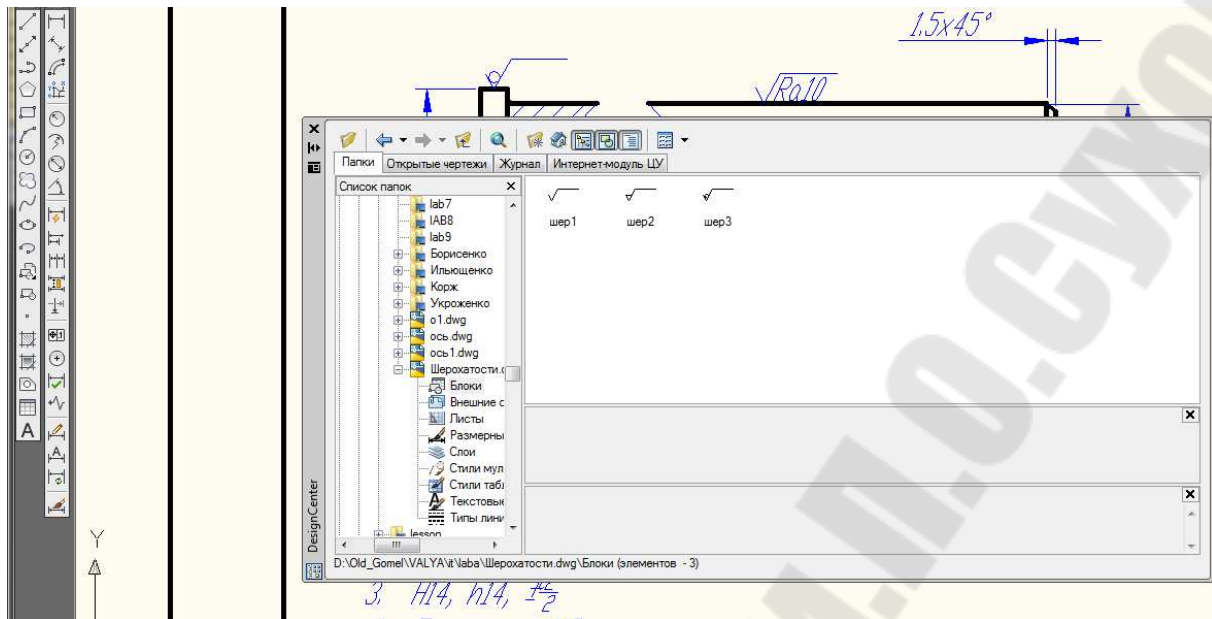

Рис. 3.7. –Экран с «Центром управления»
3. Выбрать команду: **Сервис/Палитры/Центр управления** (см рис. 3.7) или <Ctrl><2>: